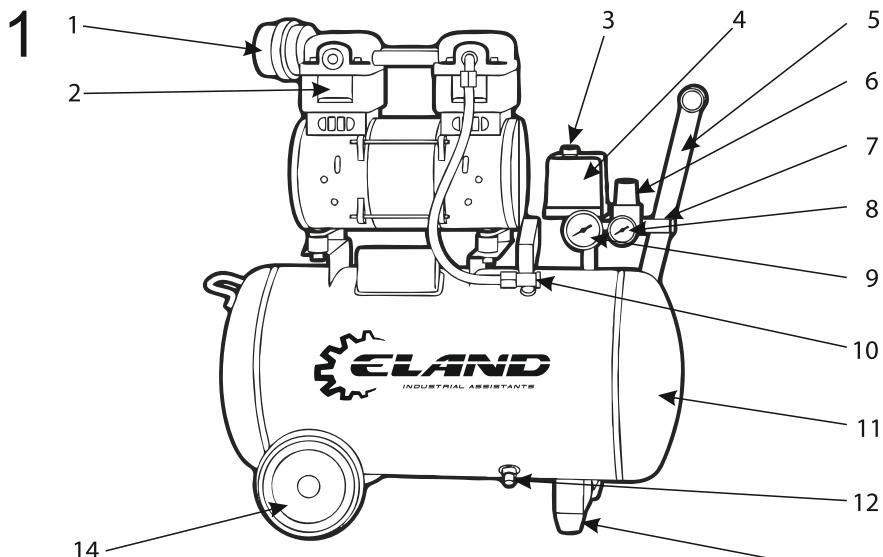

Рис. 1
- Блок поршневой (2) (См. Рис.1) – поршневая группа, одноступенчатая, с воздушным охлаждением - предназначена для выработки сжатого воздуха. Может быть с разным количеством цилиндров в зависимости от модели.
- Ресивер (воздухосборник) (11) (См. Рис.1) служит для сбора сжатого воздуха, выравнивания пульсации воздуха, получающейся в результате возвратно-поступательного движения поршня компрессора, отделения конденсата и масла. Ресивер является также корпусом, на котором смонтированы узлы и детали компрессора.
- Ресивер имеет штуцера для установки реле давления (прессостата) (4), обратного клапана (10), крана слива конденсата, предохранительного клапана, а также кронштейны для установки платформы.
- Реле (прессостат) (4) служит для обеспечения работы компрессора в автоматическом режиме, поддержания давления в ресивере.
- Штуцер (7) с регулятором давления (4) предназначен для подачи воздуха потребителю.
- Обратный клапан (10) (См. Рис.1) обеспечивает подачу сжатого воздуха только в направлении от поршневого блока к ресиверу.
- Манометр (9) предназначен для контроля давления в ресивере.
- Блок управления компрессором включает в себя: манометр давления в ресивере (9); манометр давления на выходе (8); реле давления (прессостат) (4); регулятор давления на выходе (6); кнопку пуска (3); клапан предохранительный.
1. Убедитесь в том, что кнопка пуска (3) на реле давления (4) (См. Рис.1) находится в положении «Выключено». Вставьте вилку питающего электрического кабеля в соответствующую розетку.
2. Переведите кнопку пуска (3) на реле давления (4) (См. Рис.1) в положение «Включено».
4. Остановите компрессор, вновь нажав на кнопку пуска (3) (См. Рис.1).
5. Присоедините раздаточному штуцеру (7) шланг компрессорного оборудования.
- Для включения нажмите на кнопку пуска (3) (См. Рис.1) реле давления, чтобы установить ее в положение «Включено».
- Подсоедините шланг подачи сжатого воздуха к штуцеру (7) (См. Рис.1).